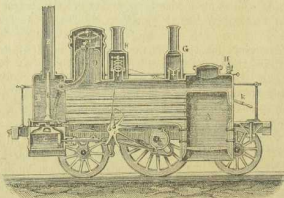

Fig. 13.
56. **Der Dampfwagen** (Fig. 13). Nachdem man erst die ungeheure Kraft des